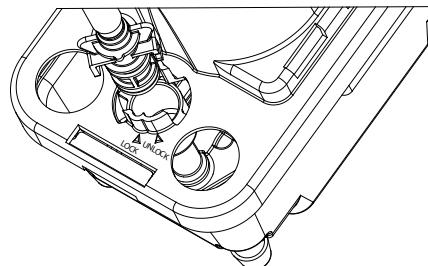

Fig. 2 • Abb. 2 • Afb. 2 (DE/IT/NL/DA)
- Stecken Sie das mitgelieferte Rückschlagventil komplett in die Ablassleitung; stellen Sie sicher, dass der O-Ring und die Ablassleitung keinerlei Rückstände aufweisen (Abbildung 2).